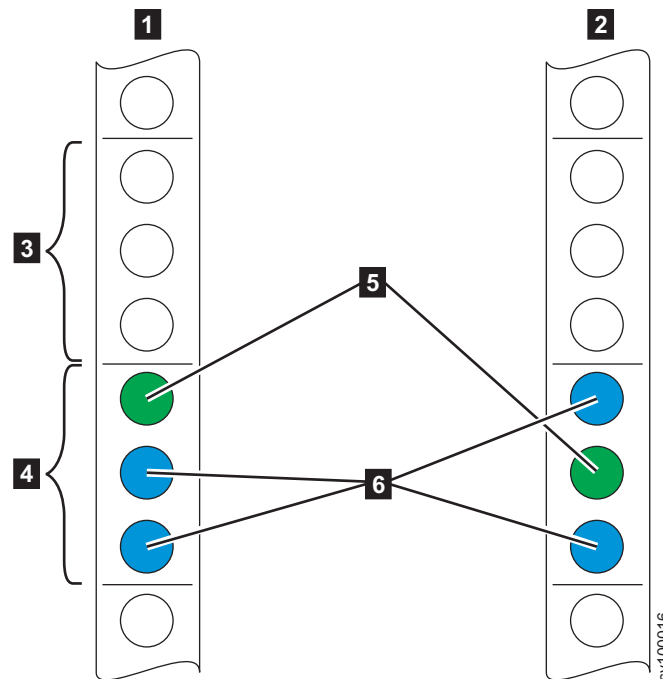

Figure 18. Identification de l'espace d'armoire
2. Sélectionnez un espace 2U disponible (en fonction du noeud sur lequel vous effectuez l'installation) dans votre armoire pour installer le noeud, comme indiqué sur la figure 18.